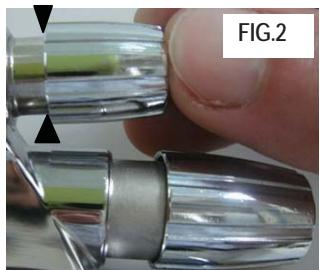

FIG.2
Cuando coloque nuevamente la tuerca (6) en la regulación (B), compruebe que esté apretada hasta cubrir completamente el lado de la tuerca hexagonal de la regulación (Fig.2).